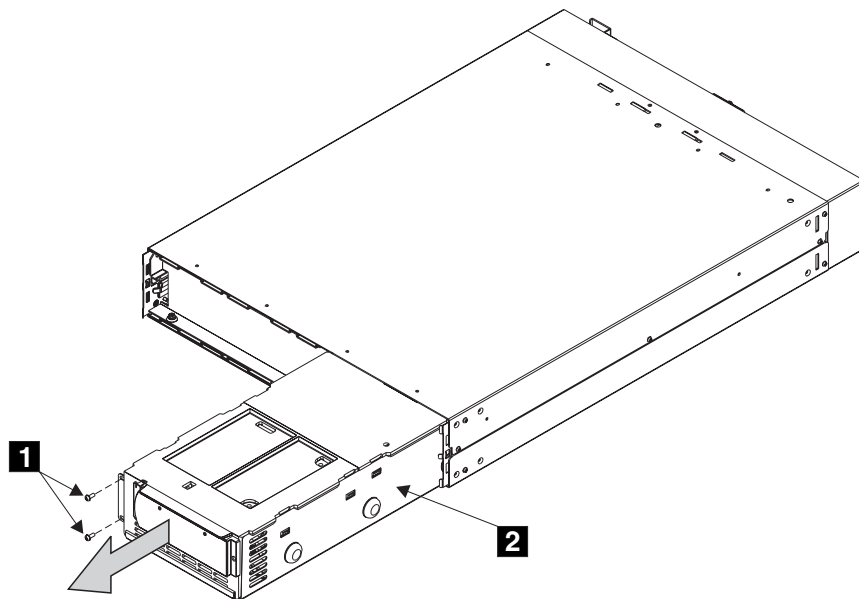

图 120. 卸下不间断电源电子元件组合件
- a. 卸下两个螺钉 **1**（请参阅第 193 页的图 120）。